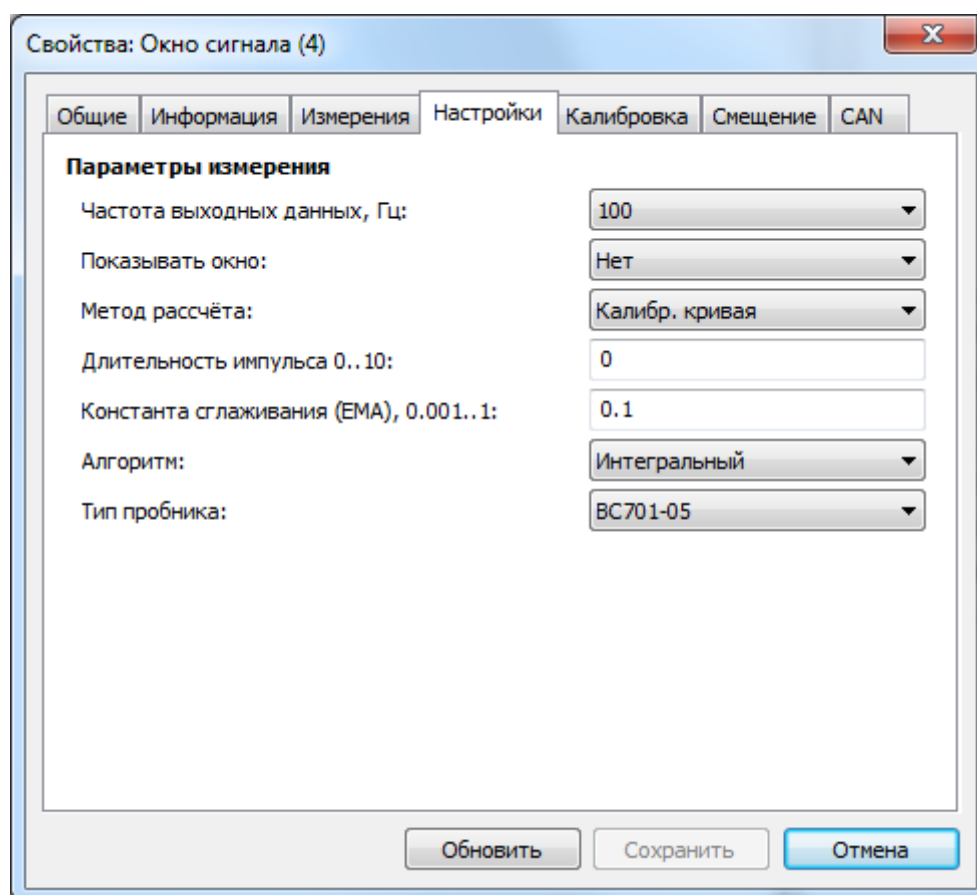

Рис. 4.2 Вкладка «Настройки»
На Рис. 4.2 приведен пример вкладки «Настройки».
- 2.2.3.1. В окне «Свойства» канала «Окно сигнала» выбрать вкладку «Настройки» (Рис. 4.2), где в выпадающей вкладке «Метод расчёта» выбрать «Отн. единицы», применить, нажав кнопку «Сохранить».